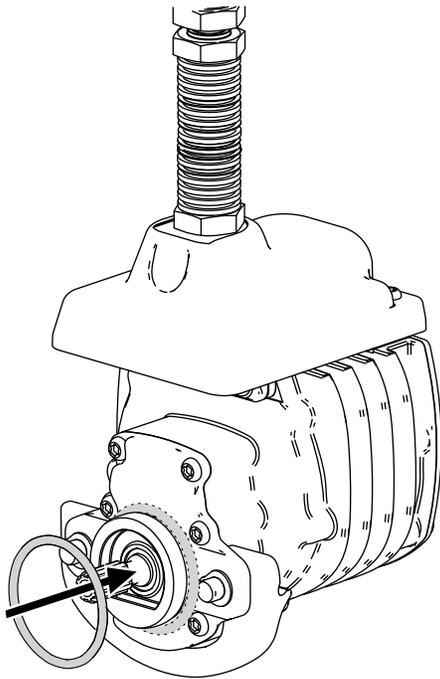

図 8
3. 各リールモータに、図 8のようにOリングを取り付ける。